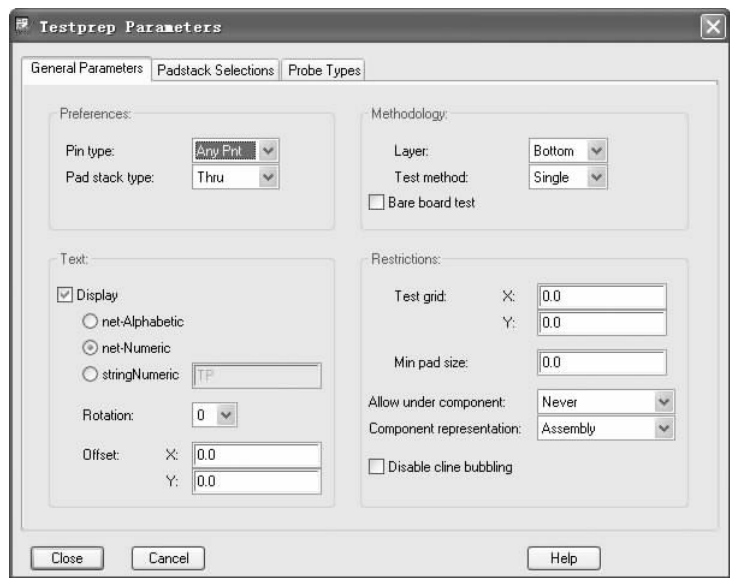

图 10-22 “Testprep parameters (测试参数)” 对话框
- (1) “Edit testprep parameters”: 单击此按钮，弹出如图 10-22 所示的 “Testprep parameters (测试参数)” 对话框，编辑测试参数。